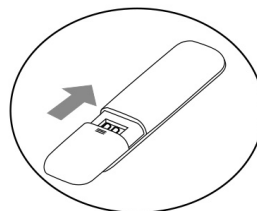

Fig.3
3. Insérez le raccord circulaire du kit hublot dans le tube flexible escamotable et insérez le tube flexible escamotable avec raccord circulaire dans le hublot sans le capuchon (Fig. 3).
(Fig. 3)
- Réinsérez le couvercle dans le compartiment à piles (respectez le sens de la flèche sur la fig.3).